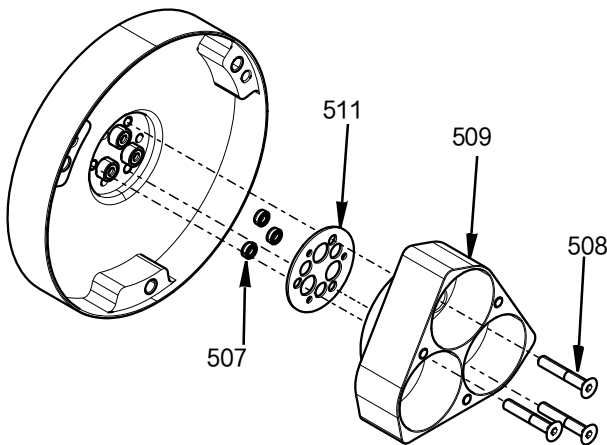

FIG. 14
6. 拧下固定气缸外壳 (509) 的三颗 M4 螺丝 (508)。拆除气缸外壳后，即可拆除气缸外壳垫圈 (511) 和杆密封件 (201)。要拆除杆密封件，参见密封件插入和拆除工具套件，25T489 (第 32 页)。参见FIG. 14。